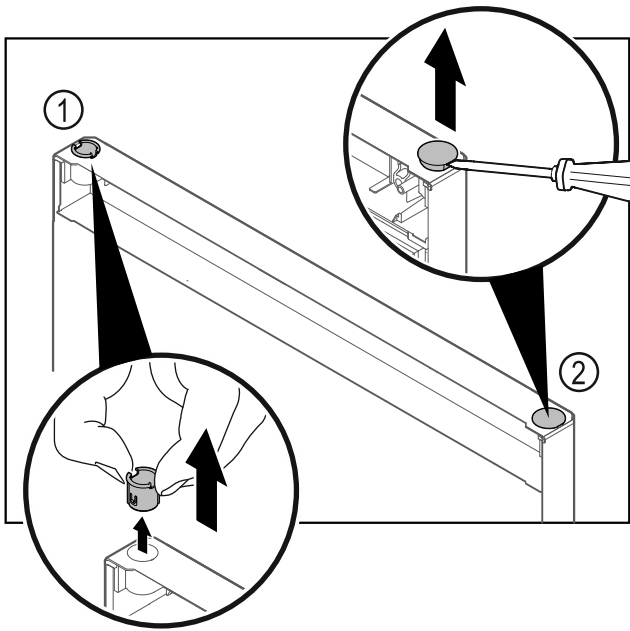

Fig. 25
- ▶ Изтеглете с пръсти втулката на пантата Fig. 25 (1).
- ▶ С плоска отвертка внимателно повдигнете покриващата тапа Fig. 25 (2) и я извадете.